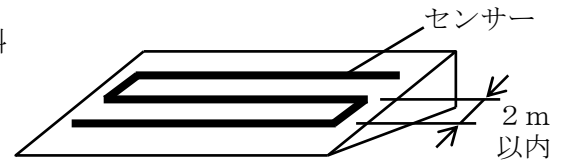

図5 布設面が傾斜している場合
- ・通常床面には傾斜があるので、区域毎に床面の傾斜方向に直角にセンサーを布設する。(図5)